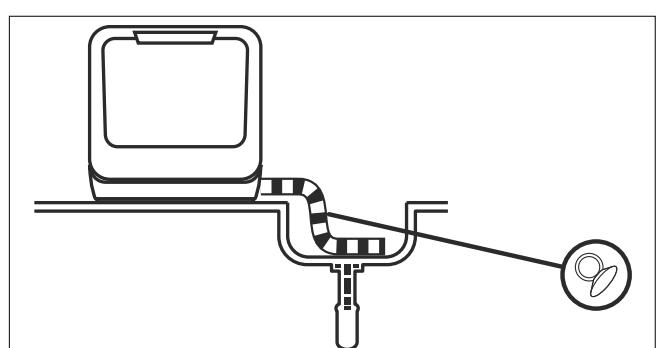
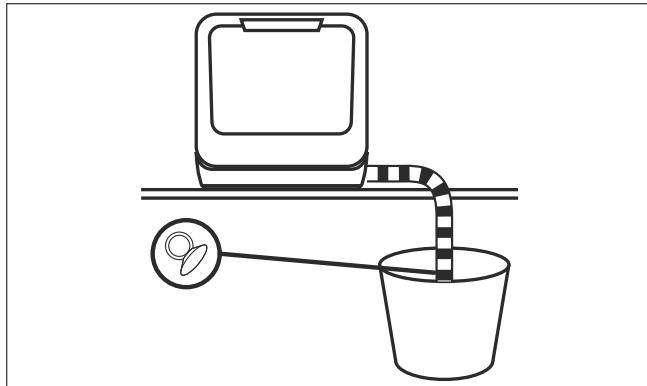

Fig. 10 – Scarico in un lavandino
Fig. 11 – Scarico in un contenitore
- ▶ Mettere l'estremità del tubo flessibile di scarico in un lavandino (v **Fig. 10**) o in un contenitore sufficientemente grande (vedere **Fig. 11**).
- ▶ Al termine delle operazioni di allacciamento alla rete idrica e fognaria, inserire la spina di alimentazione (24) in una presa elettrica.